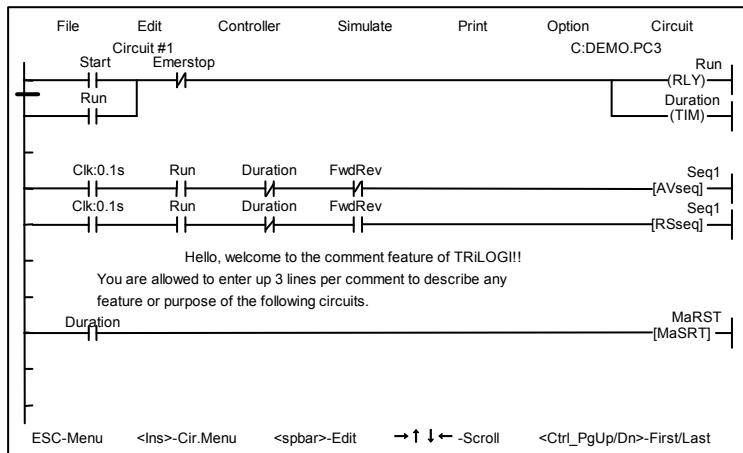

図2.3
6. [DEMO.PC3]をロードするとファイル[File]メニューはクローズされ、画面は直ちにラダーロジックエディター画面の回路編集用のブラウズモード The Browse Mode に移行します。図 2.3 の様にラダーロジックプログラムの最初の回路が表示されて、カソールが左上の位置で点滅しています。